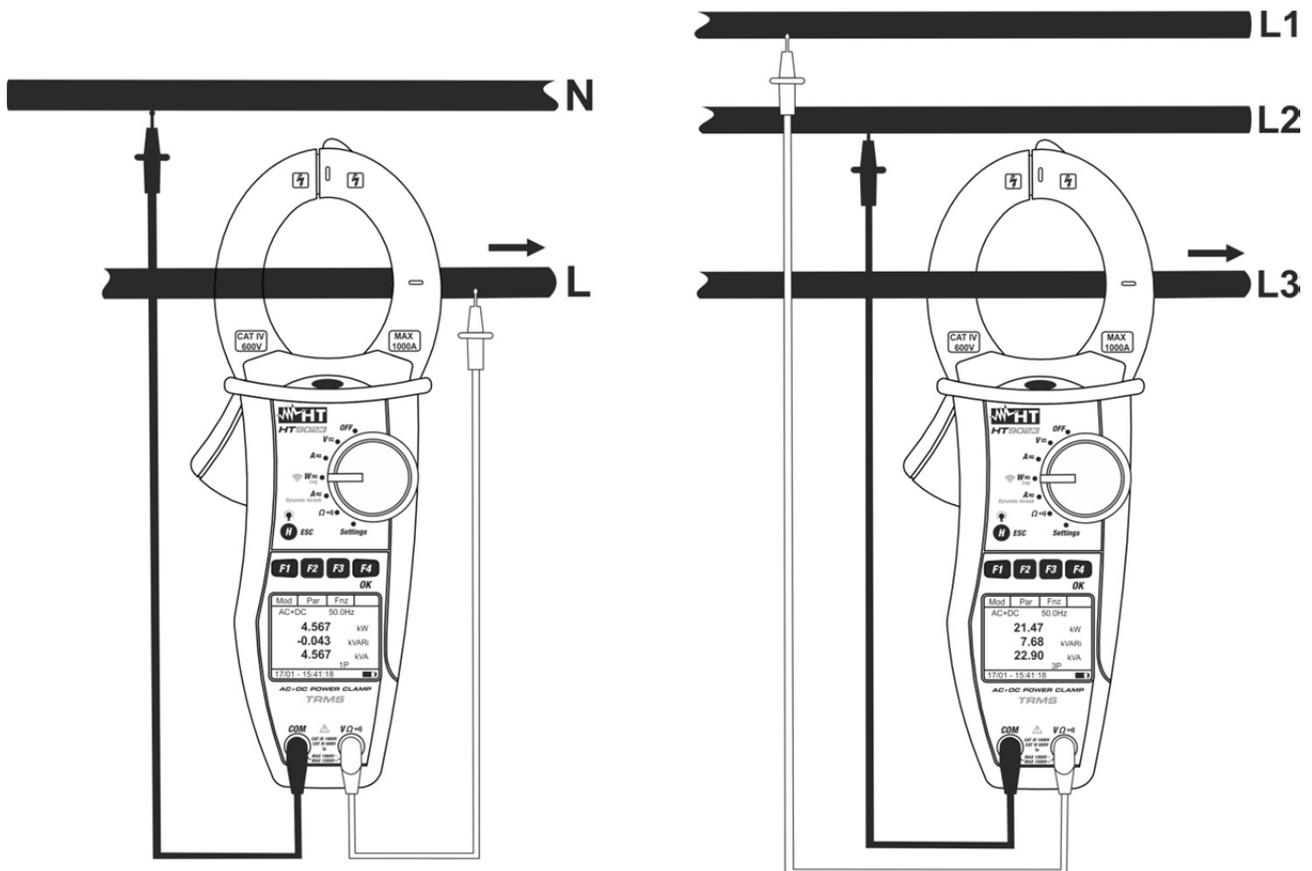

Fig. 13: Med. de potências CA/CA+CC em sistemas Monofásicos e Trifásicos equilibrados
- Inserir o cabo vermelho no terminal de entrada **VΩ** e o cabo preto no terminal de entrada **COM** e efetuar as ligações no instrumento conforme o indicado na Fig. 13 em função do tipo de medição. Inserir o cabo no interior do toróide respeitando a direção da corrente indicada pela seta e no centro do mesmo para obter medições precisas. Utilizar as marcas existentes como referência (ver Fig. 2)